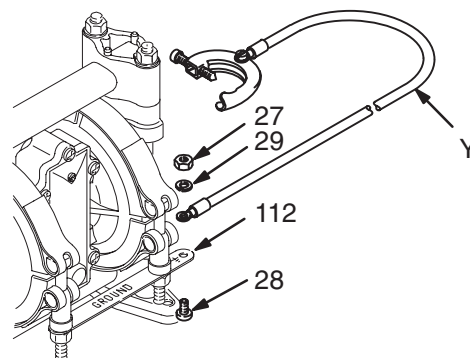

Fig. 1
- *Pumpe:* Stelledningen (Y) skal sluttes til jordskinnen (112) med den skrue (28), låseskive (29) og møtrik (27), der er vist på Fig 1. Tilslut stelledningens klemmeende til en sikker jordforbindelse. Bestil delnr. 222011, stelledning og klemme.